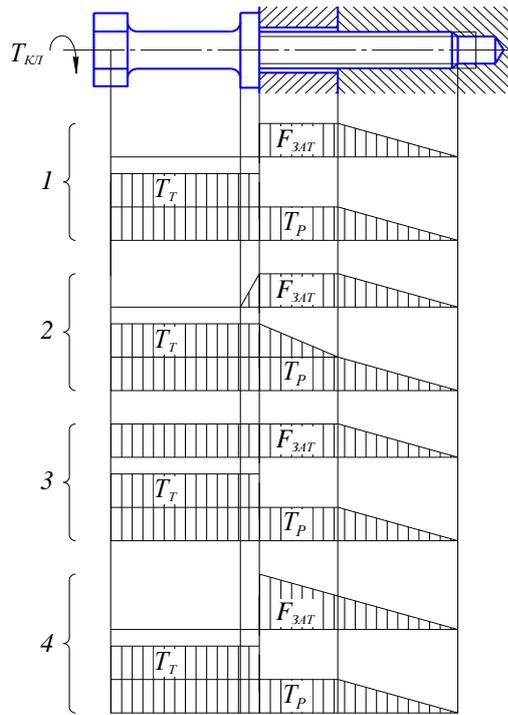

Рис. 1
4. Укажите правильно построенные эпюры продольных сил крутящих моментов для винтов механизмов, приведенных на схемах рис. 1.